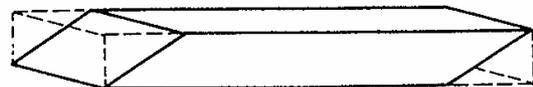
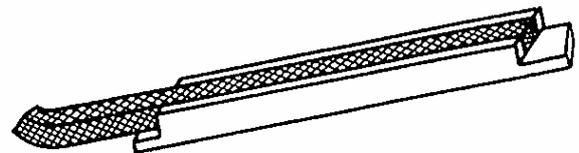

Fig. 13 – Corte oblíquo da gaxeta
Fig. 14 – Dispositivo para cortar anéis de gaxeta
- Cortar novos anéis de gaxeta de preferência com extremidades oblíquas (vide Fig. 13). Para facilidade deste corte pode ser usado um dispositivo de fácil confecção (Vide Fig. 14).